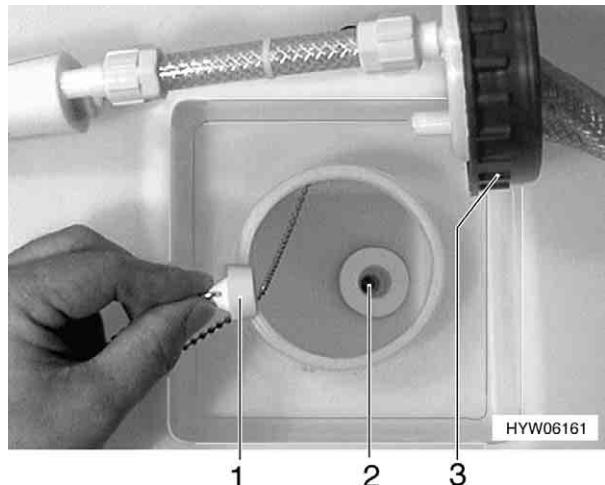

Fig. 106 Serbatoio dell'acqua, tappo di chiu-sura
- Aprire il coperchio (Fig. 106,3) del serbatoio dell'acqua.
- Chiudere l'apertura di scarico (Fig. 106,2) nel serbatoio dell'acqua con il tappo di chiusura in dotazione (Fig. 106,1).